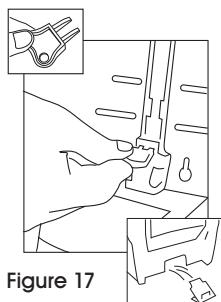

Figure 17
- À partir de l'intérieur du distributeur, insérez la clé à l'arrière du distributeur dans la fente à clé et poussez jusqu'à ce que l'ensemble de loquet soit éjecté de la section inférieure du distributeur. (Voir Figure 17)